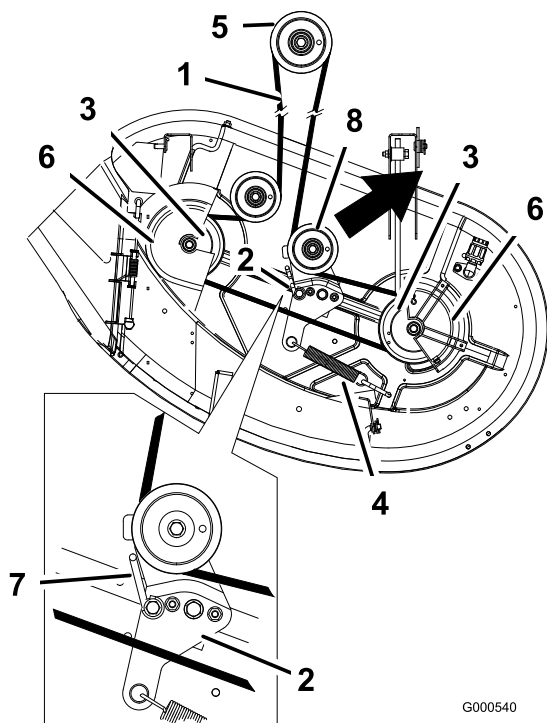

Bild 50
4. Nehmen Sie die Riemenabdeckung über die äußeren Spindeln ab und lösen Sie die Riemenführung (Bild 50).
5. Ziehen Sie die Spannscheibe in die in Bild 50 angegebene Richtung und rollen den Riemen von den Scheiben ab.
6. Legen Sie den neuen Riemen um die Motor- und Mähwerkspannscheiben (Bild 50).
7. Ziehen Sie die Spannscheibe in die in Bild 50 angegebene Richtung und verlegen den Riemen um die andere Spannscheibe (Bild 50).
8. Drehen Sie die Riemenführung auf dem Spannarm zur Riemenscheibe, bis sie stoppt (Bild 50).
9. Ziehen Sie die Riemenführungsschraube fest (Bild 50).